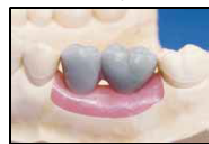

図 3
- (3) 本品又は支台模型の周囲をワックスアップする（図 3）。
- (4) 標準的な手順で鋳造する。